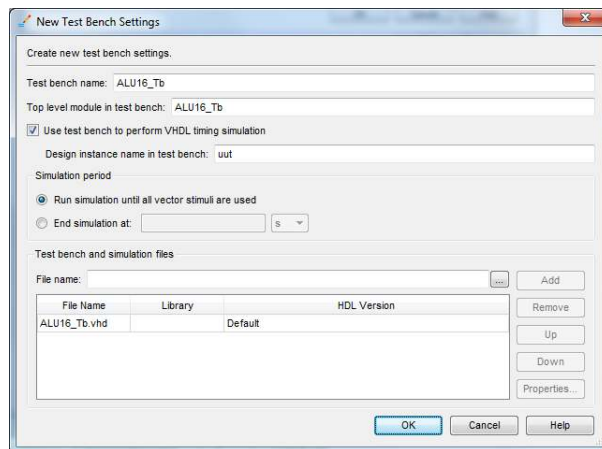

Figura 13 – Aspeto da janela “New Test Bench Settings” após configuração das opções.
- Na janela seguinte clique no botão “New...” e preencha todos os campos conforme ilustrado na Figura 13 (não se esquecendo de adicionar o ficheiro “ALU16\_Tb.vhd” à lista de “Test bench and simulation files”).